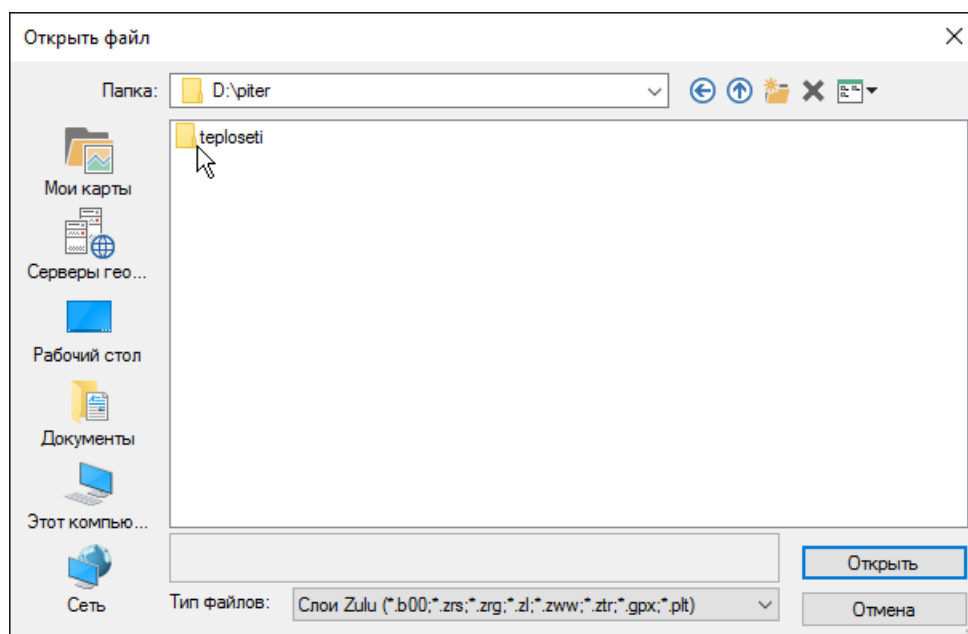

Рисунок 4.1. Диалог выбора слоя
2. Выбрать команду главного меню Слой|Структура слоя или нажать кнопку . На экране появится диалог выбора слоя. (смотрите Рисунок 4.1, «Диалог выбора слоя»).